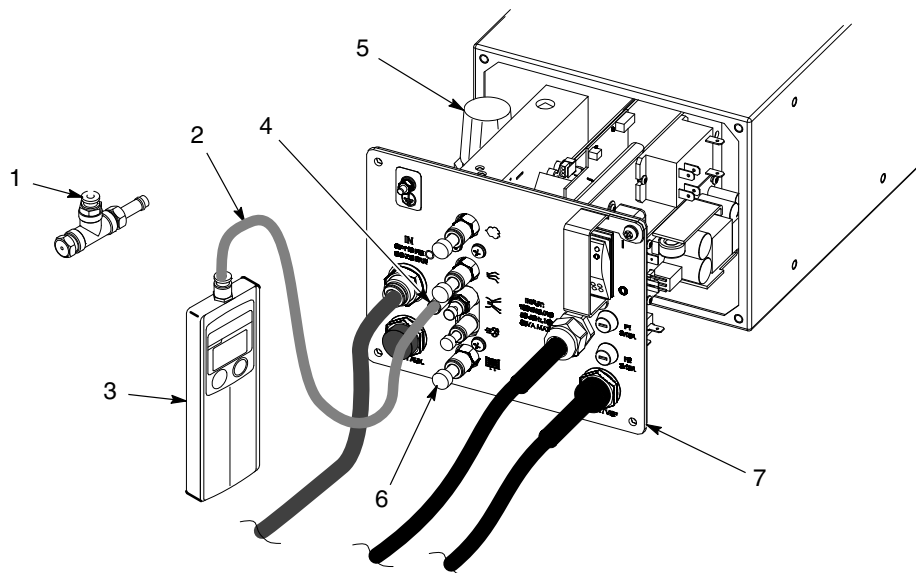

Figura 6-12 Ajuste do regulador
1. Consulte a figura 6-12. Puxe o painel secundário (7) para fora do quadro eléctrico da unidade de alimentação eléctrica o suficiente para aceder ao regulador.
2. Desligue o tubo de 4 mm do ar de lavagem do eléctrodo da unidade de alimentação eléctrica. Desligue os tubos de ar de transporte, atomização, purga e fluidificação e tape as uniões com tampões de 8 mm e 6 mm (6).
3. Desligue o tubo de ar de 4 mm do manómetro (2) do conjunto de orifício (1) e ligue o tubo à união do ar de lavagem de eléctrodos (4).
6. Puxe para fora o manípulo do regulador (5) e ajuste-o para um pouco mais de 85 psi (5,86 bar). Ocasionalmente, a indicação do manómetro deve exceder mas nunca ser inferior a 85.